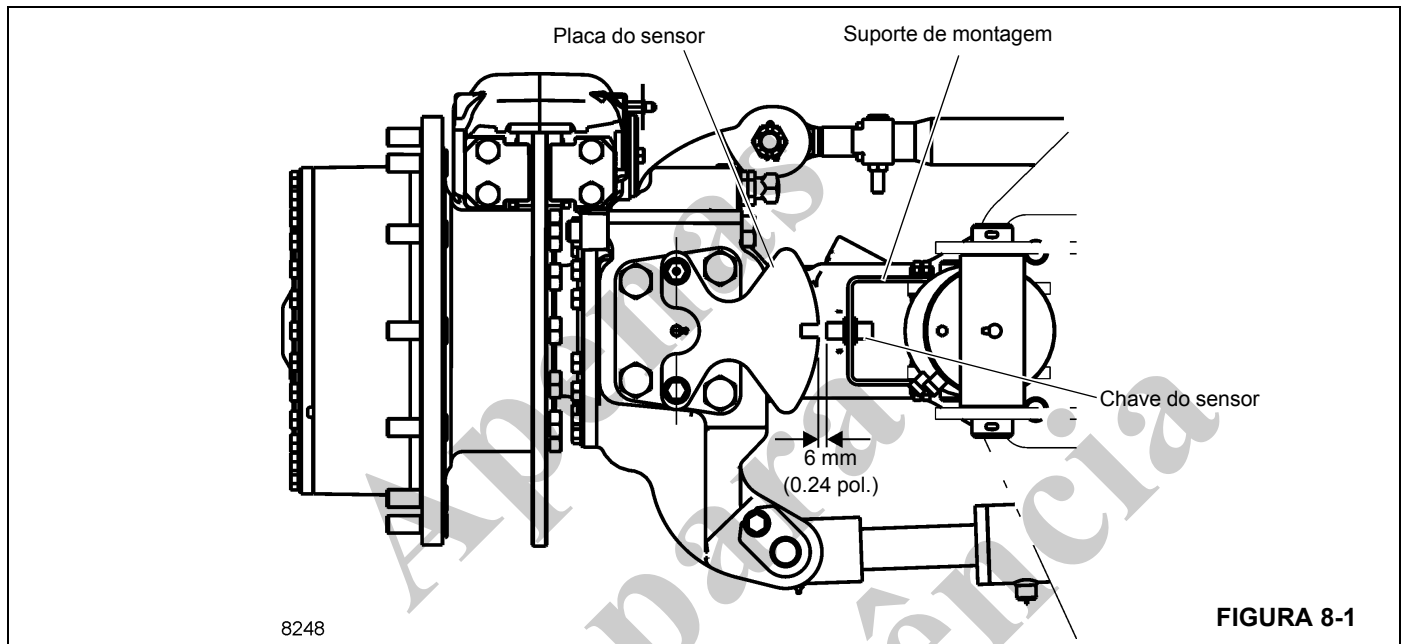

FIGURA 8-1
**NOTA:** Consulte a (Figura 8-1) ao realizar esses ajustes.